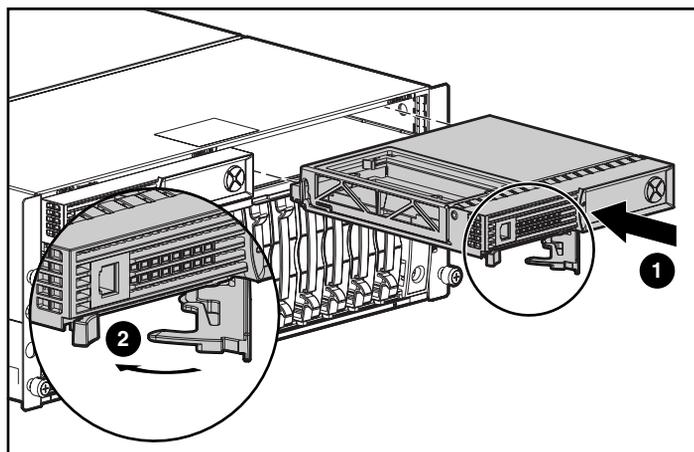

Figura 8: Installazione del controller nel sistema MSA1000
7. Inserire il controller fino in fondo ❶; quindi premere la levetta verso l'interno finché non risulterà allineata al pannello anteriore ❷. Vedere la Figura 8.